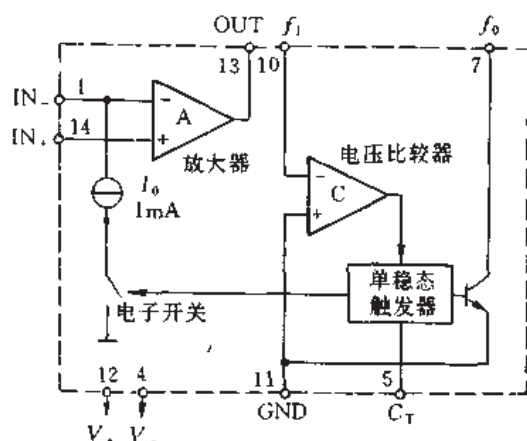
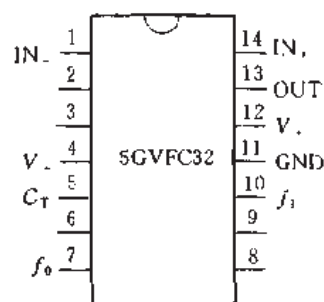

图 2.2.37 电原理图
图 2.2.38 外引线图
1. 电原理图及外引线图 (图 2.2.37 和图 2.2.38)